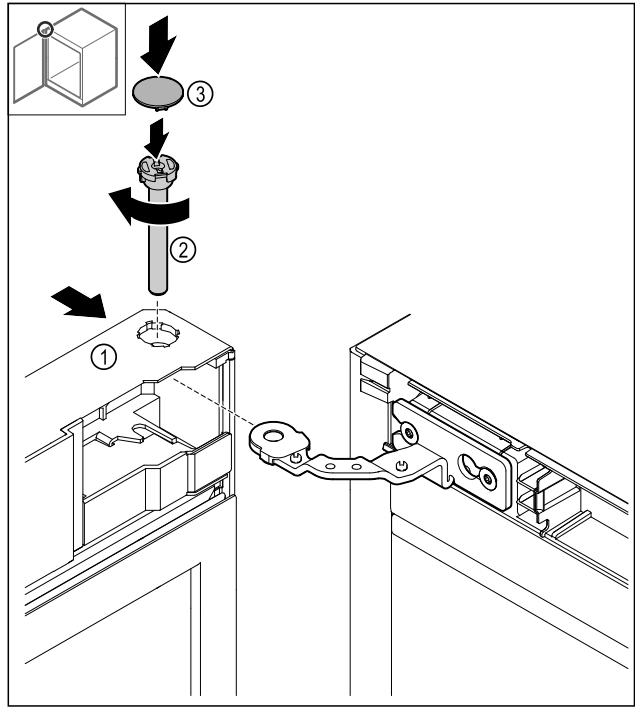

Fig. 47
- ▶ Felül tolja az ajtót Fig. 47 (1) a zsanérra.
- ▶ A csapot Fig. 47 (2) dugja be, és az óra járásával egyező irányban húzza meg.
- ▶ Helyezze fel a fedelet Fig. 47 (4).